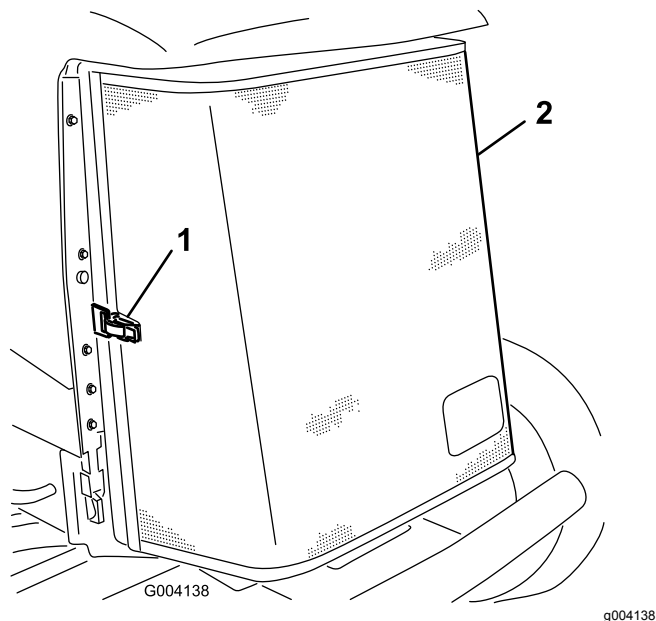

Figura 50
3. Sbloccate il morsetto e aprite la griglia posteriore (Figura 50).